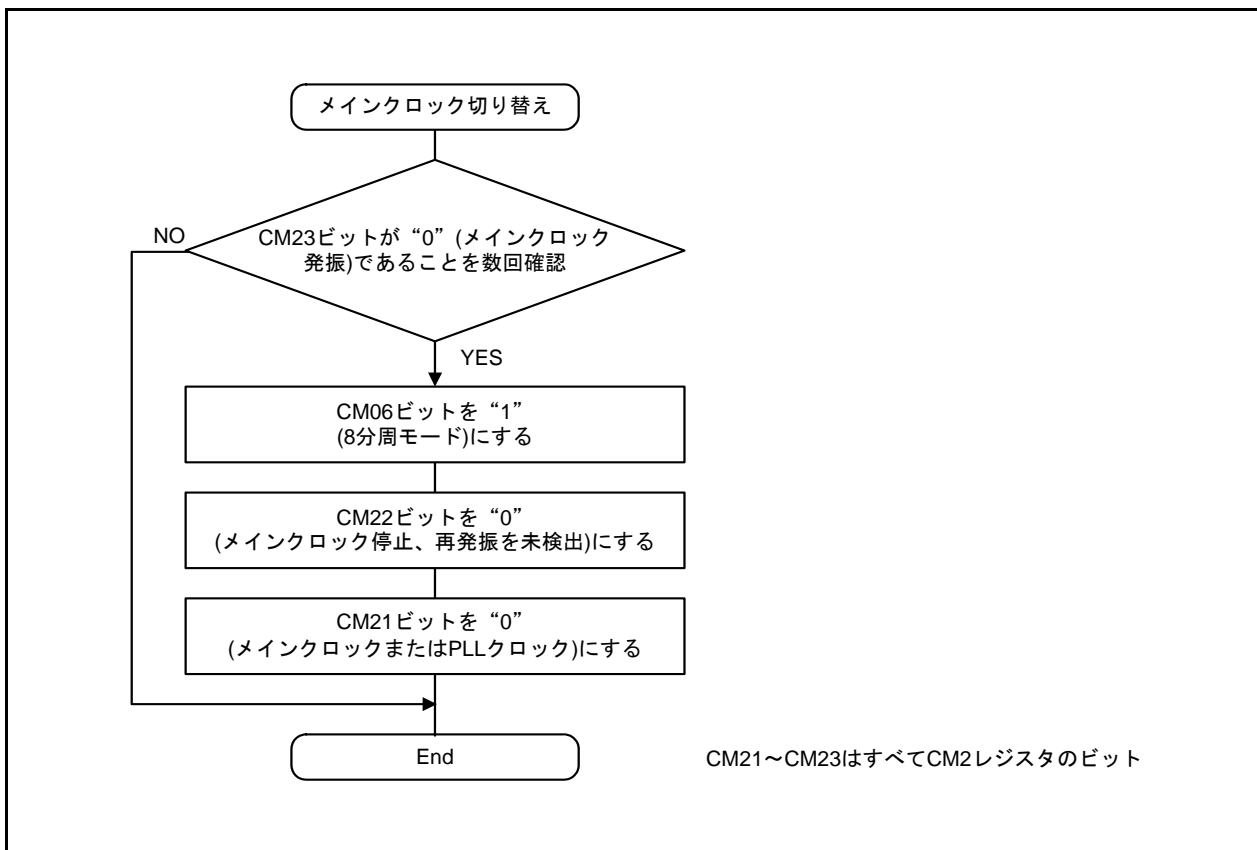

図 10.13 125kHzオンチップオシレータクロックからメインクロックへの切り替え手順
- 発振停止後、メインクロックが再発振した場合は、プログラムでメインクロックをCPUクロックや周辺機能のクロック源に戻してください。図 10.13に125kHzオンチップオシレータクロックからメインクロックへの切り替え手順を示します。